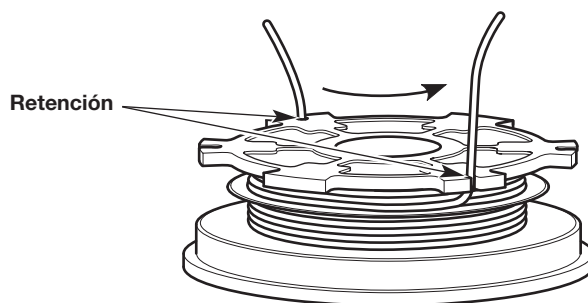

Fig. 19
3. Inserte los dos extremos de 6 pulgadas dentro de las dos ranuras de retención de .080 (Fig. 19).
4. Inserte los dos extremos de 6 pulgadas dentro de las dos ranuras de retención de .080 (Fig. 19).